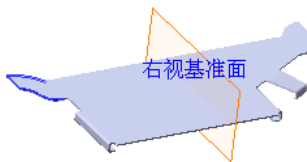

图 6.29 镜像 1
Step13. 创建图 6.29 所示的镜像 1。
(1) 选择命令。选择下拉菜单 **插入(I)** → **阵列/镜向(E)** → **镜向(M)...** 命令。
(2) 定义镜像基准面。选取右视基准面作为镜像基准面。
(3) 定义镜像对象。选取薄片 1 作为镜像 1 的对象。
(4) 单击 按钮，完成镜像 1 的创建。